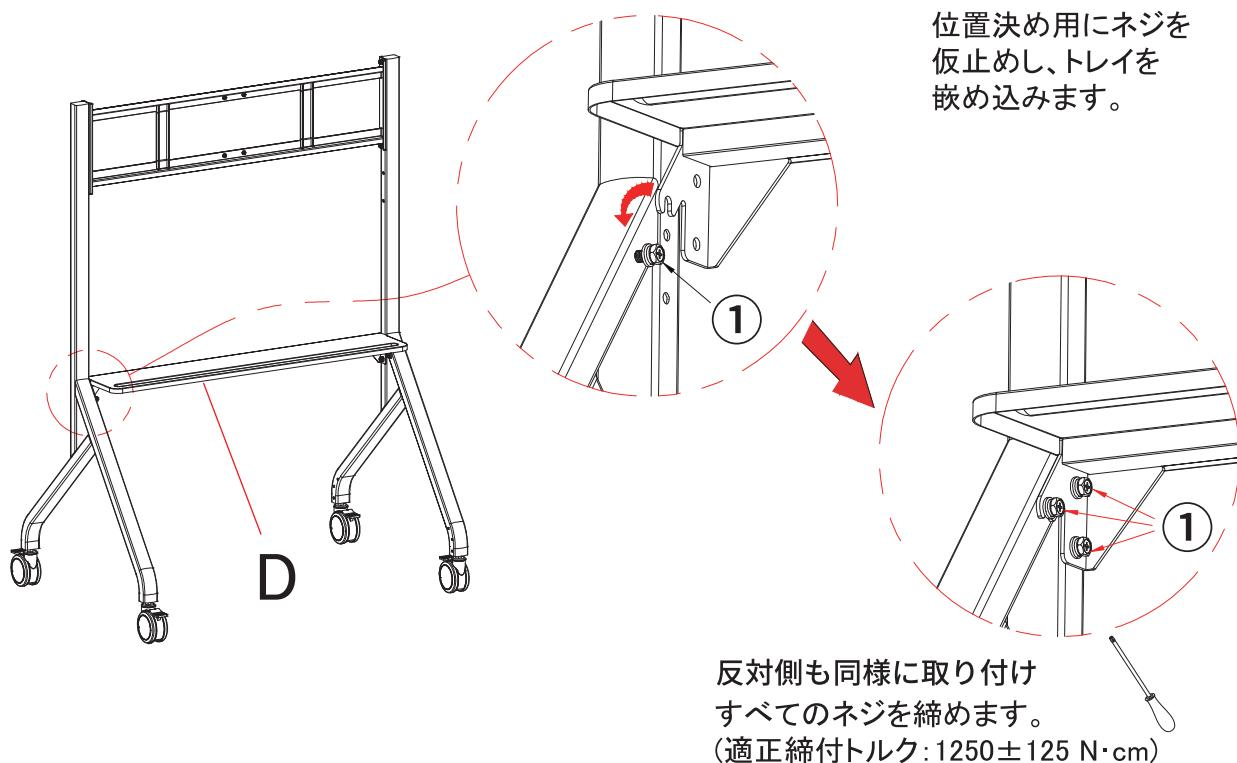

図 4
Step 4: 左右の脚の間にトレーを取り付けます。(図4)